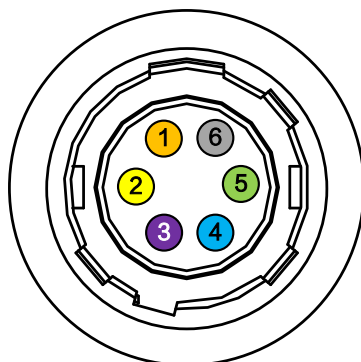

图4-8 6-pin P7 接口
6-pin P7 接口如图 4-8 所示，具体管脚定义如表 4-2 所示。
- 图 4-8 与表 4-2 中所示的线芯仅为我司销售的线缆线序以及对应的线芯颜色，若线缆不是从我司购买，请以实际线序以及对应线芯颜色为准。